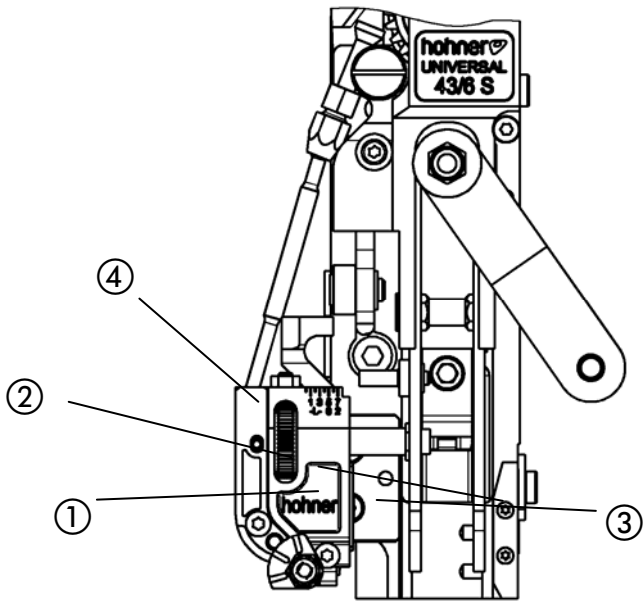
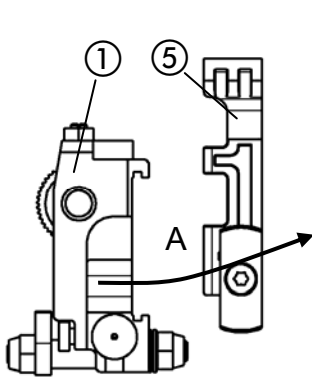
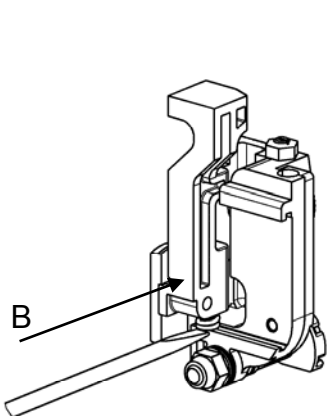

Fig. 32
Fig. 33
Fig. 35
- Fig. 32 -
- Para cambiar la cuchilla desplazar hacia fuera la caja portacuchillas ① girando la moleta ② totalmente fuera de la guía ③ y retirar del cabezal cosedor.
- Fig. 33 -
- Sacar la guía deslizante de la cuchilla ⑤ de la caja portacuchillas ① (flecha A)
- Fig. 35 -
- Volver a montar la guía deslizante de la cuchilla ⑤ de nuevo en la caja portacuchillas ① (Flecha B). En este caso presionar junto el resorte de compresión de la guía deslizante de la cuchilla con un destornillador e introducirlo en la caja portacuchillas. Observe que el resorte de compresión no se doble.
- Colocar la caja portacuchillas ① en la guía ③.
- Encajar la guía flexible del alambre en el manguito ④ de la caja portacuchillas.